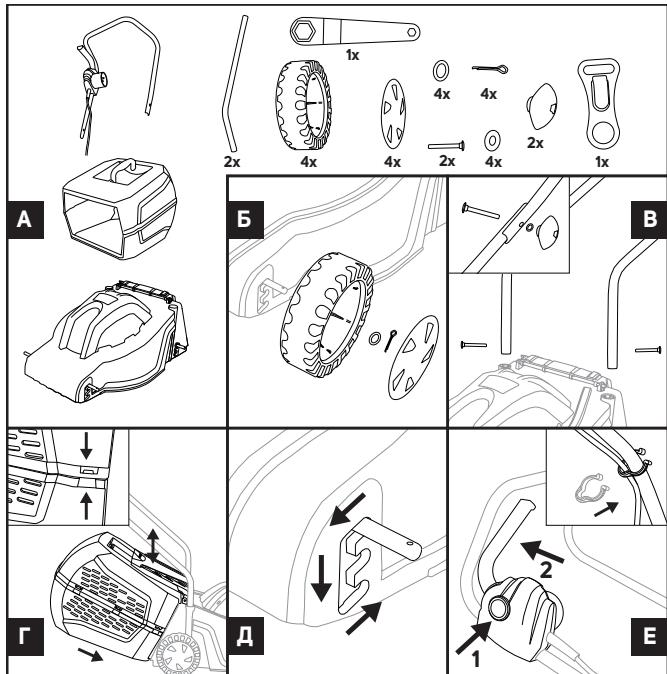

Рис. 2
Сборка электрической газонокосилки (Рис. 2)
Сборку производите согласно приложенной схеме (Рис. 2).
2. Сборка колес. Установите колесо на ось, установите шайбу, зафиксируйте шплинтом, установите крышку колеса (Рис. 2Б).
Закрепите кабель фиксаторами - один на нижней рукоятке, второй на верхней (Рис. 2В).
Поднимите подпружиненную заднюю крышку и наденьте травосборник на выступы. Опустите крышку, чтобы закрепить контейнер в рабочем положении (Рис. 2Г).
Выдвинете колесную ось и установите ее в нужный по высоте паз (Рис. 2Д).
Закрепите кабель на газонокосилке. Нажмите на кнопку фиксатор (№1, Рис. 2Е), а затем нажмите на рычаг (скобу) включения (№2, Рис. 2Е).